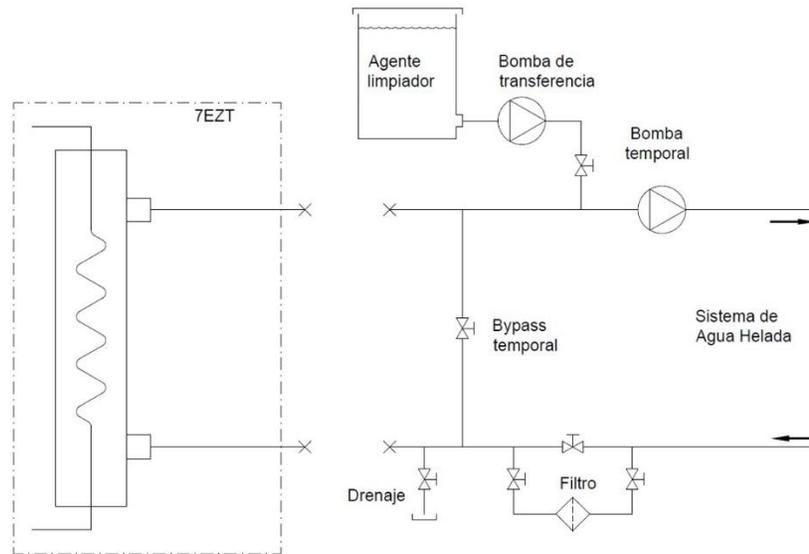

Figura 7.
- Instale un bypass temporal y aisle el chiller con tapones, para evitar que agua sucia y/o partículas extrañas entren a la bomba y al evaporador durante el lavado. Use una bomba temporal durante el proceso de limpieza. Además, asegúrese de que el drenaje tiene la capacidad para desaguar completamente el sistema después de la limpieza (ver Figura 7).